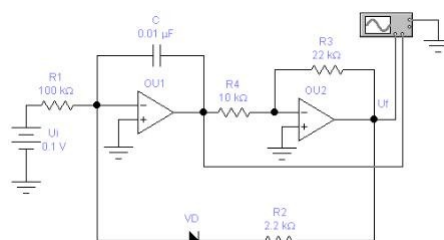

Рис. 4. АЦП прямого преобразования.
АЦП прямого преобразования являются наиболее простыми и часто встраиваются непосредственно в датчики. Рассмотрим в качестве примера преобразователь постоянного положительного напряжения в частоту (рис. 4).
5. Напишите выражение для частоты выходных импульсов АЦП рис.4.
Соберите схему, изображенную на рис. 4;
Используя формулу 2 и параметры схемы рис. 4, рассчитайте частоту выходных импульсов;